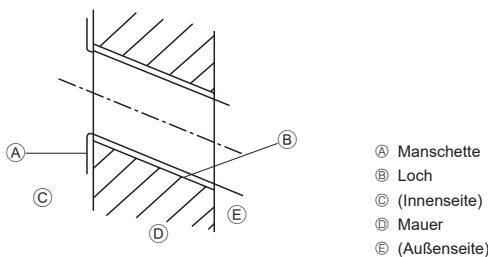

Fig. 3-3
- Ⓐ Montageplatte ①
- ① Skala mit der Linie ausrichten
- ② Skala einsetzen.
3.2.2. Die Löcher für die Rohrleitung bohren (Fig. 3-3)